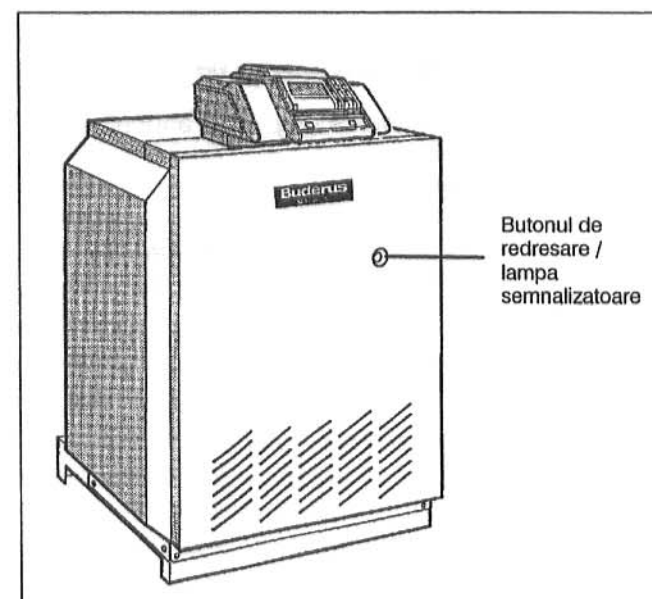

Fig. 3: Butonul de redresare
- Dacă lampa semnalizatoare de la butonul de redresare luminează (Fig. 3), se apasă pe buton.